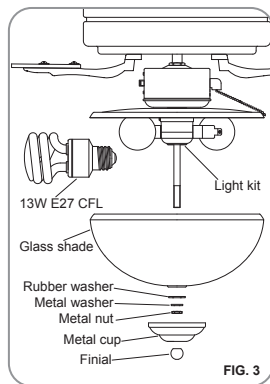

FIG. 3
Step 6: Remove the rubber washer, metal washer, metal nut, metal cap and finial from the light kit. Place glass shade over the light kit stem, secure with the rubber washer, metal washer, metal nut, metal cap and finial. Do not overtighten. (Fig.3)
Paso 6: Quite la arandela de goma, la arandela de metálica, la tuerca de metálica, y tapa de metálica y finial del aparato de luz. Coloque la pantalla de vidrio sobre el vástago de aparato de luz de tallp, fijela con la arandela de goma, la arandela de metálica, la tuerca de metálica, y tapa de metálica y finial. No apriete en exceso. (Fig.3)